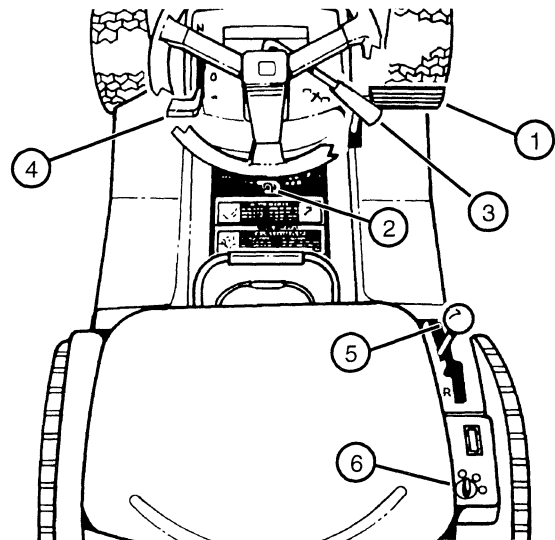

FIGURA 15
- Empuje y sostenga el pedal de freno (1) hasta el fondo. (Vea la Figura 15)
- Mueva la palanca del freno de estacionamiento (2) hacia adelante, luego hacia la izquierda a la posición de cerrado.
- Desenganche la transmisión de las cuchillas al mover la palanca de la PTO (3) completamente hacia atrás. (vea la Figura 15)
- Mueva la palanca de cambio de velocidades (5) a la posición de neutral (N).
- Coloque la llave del encendido en el interruptor de encendido (6).
- Empuje y sostenga el pedal de freno (1) completamente hacia adelante (o use el seguro del freno de estacionamiento, como se describe arriba).